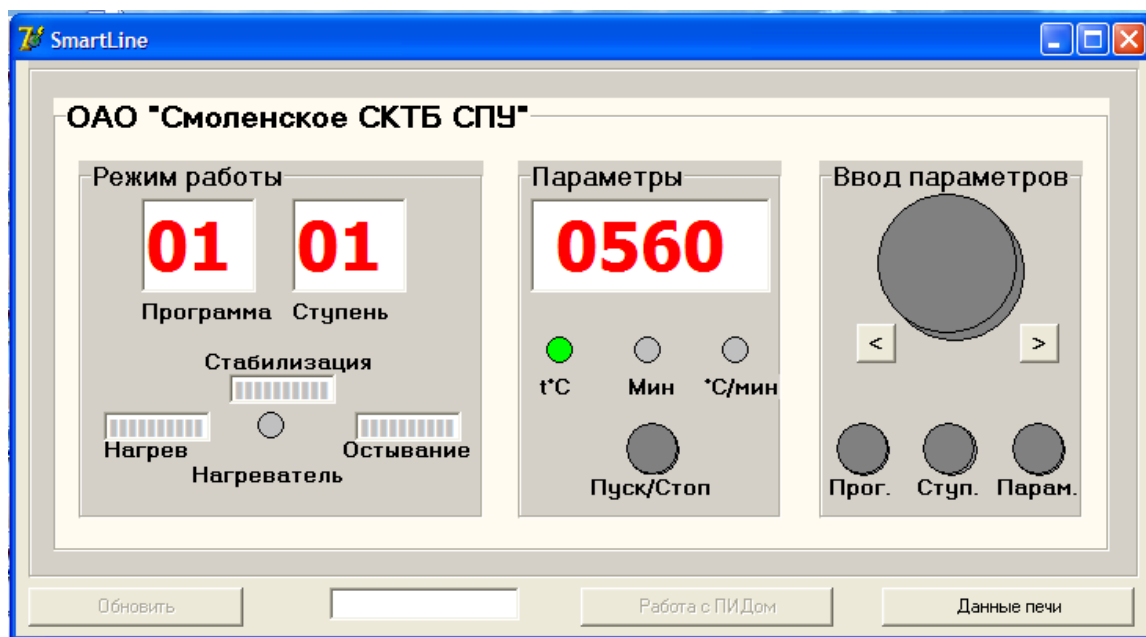

Рис. 3
- 4.3 Запустите файл SmartLine.exe. На экране монитора должно появиться окно программы (рис.3).